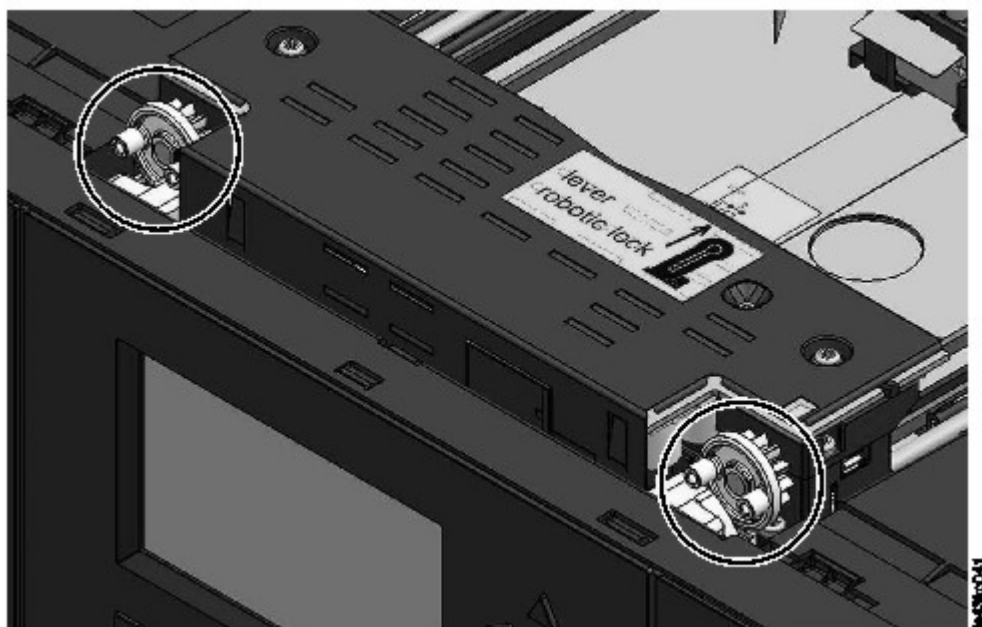

Figura 76. Las patillas está alineadas horizontalmente
1. Cada esquina del descriptor de acceso tiene un engranaje con dos patillas que sobresalen. Gire uno de los engranajes en el descriptor de acceso para que las dos patillas se alineen horizontalmente. Consulte Figura 76 en la página 173